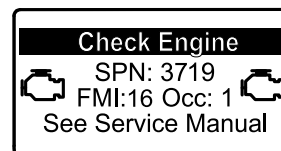

Figura 27
- Se è necessaria una rigenerazione parcheggiata, viene visualizzata un'avvertenza motore nell'InfoCenter SPN 3719, FMI 16 (Figura 27) e il computer riduce la potenza del motore all'85%.